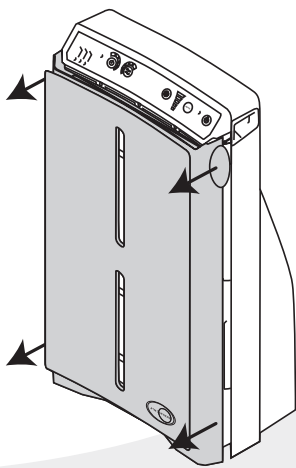

FIG. 18
2. **Quite** la cubierta frontal del purificador de aire utilizando los salientes ubicados de cada lado del purificador, cerca de la parte superior (Fig. 18). **Estabilice** el purificador de aire colocando primero sus pulgares en los bordes exteriores del panel de control. **Quite** la cubierta frontal **tirando suavemente** de los salientes con los dedos.